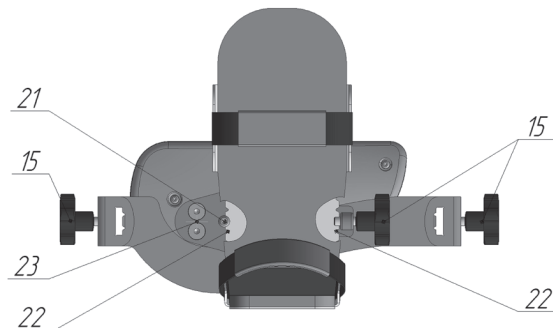

Рисунок 7.1 – Установка узла П/С для правой/левой ноги
2. Ослабьте с обеих сторон Apparata фиксаторы настройки сустава под ось (15), зажимающие направляющие (8) и снимите узел П/С с направляющих (8).
3. Правильность расположения узла П/С определяется по расположению оси (23) (расположена между двумя винтами) вращения мотора В относительно сустава: ось должна располагаться с внешней стороны сустава. Т.е., для правой ноги она располагается справа от сустава, для левой – соответственно слева (см. рис. 7.1).
4. Установите узел П/С в соответствии с выбранной ногой обратно на направляющие (8). Затяните фиксаторы (15).
5. Ослабьте фиксатор (15), поджимающий опору (14), снимите опору стопы (14) вместе с лотком (13) и разверните в положение, при котором носок лотка смотрит вперед. Вставьте паз опоры (22) в ограничитель (21) и затяните фиксатор (15).